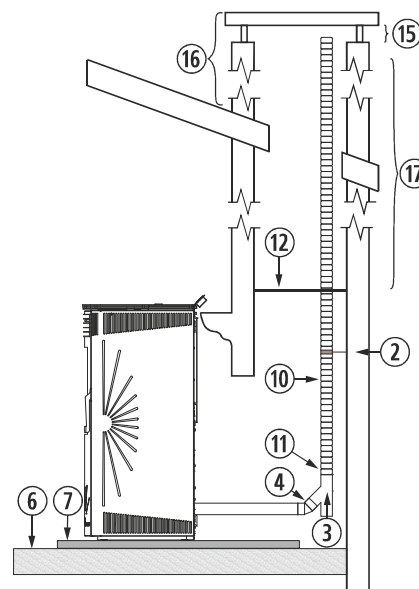

Figura 7
4.28. L'installazione di una stufa ad incasso in un caminetto può essere realizzata in completa totalità in un tubo flessibile, così come è indicato nella figura 7. Dobbiamo prestare speciale attenzione al momento di realizzare l'isolamento tra il caminetto e il tubo di fuoriuscita di gas per evitare possibili arretramenti di gas in caso di tormenta.
②	Collare di fissaggio in acciaio inox.
③	Giunto a "T" a 135° con filtro.
④	Curva a 45°.
⑥	Pavimento in legno.
⑦	Protezione non infiammabile.
⑩	Tubo in acciaio inossidabile flessibile.
⑪	Manicotto d'unione tra flessibile e rigido.
⑫	Isolante anti -arretramento.
⑮	Minimo 200mm.
⑯	Deve superare di 1 metro il tetto.